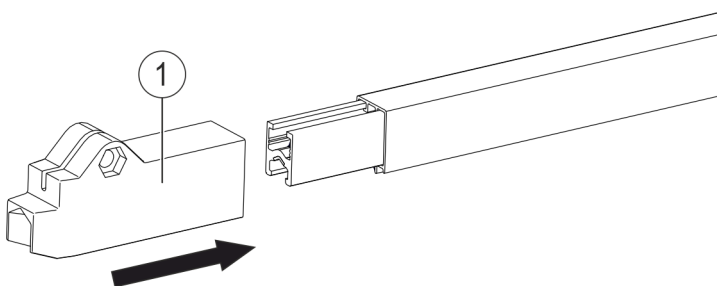
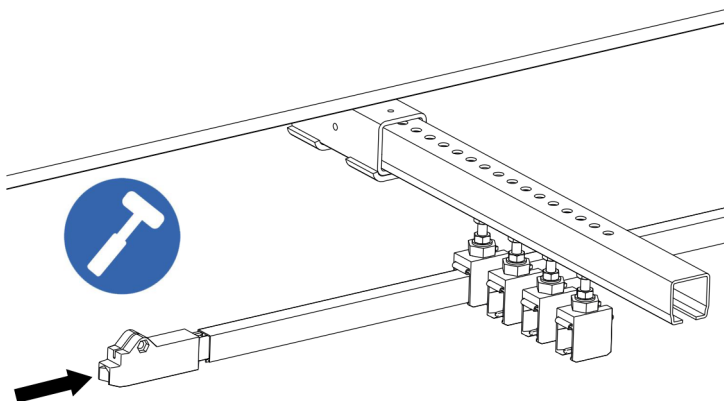

Abb. 103: Endkappe auf Ende der Schleifleitung stecken
Abb. 104: Endkappe auf Ende der Schleifleitung treiben
- Die Endkappe (Pos. 1) mit vorsichtigen und leichten Hammerschlägen auf das Ende der Schleifleitung treiben (siehe Abb. 103, Abb. 104 und Abb. 105).